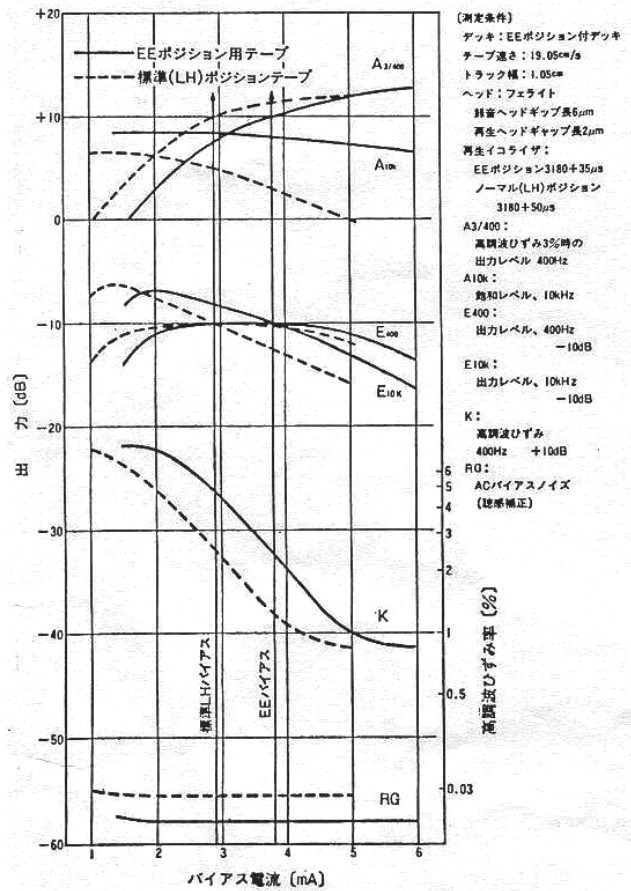
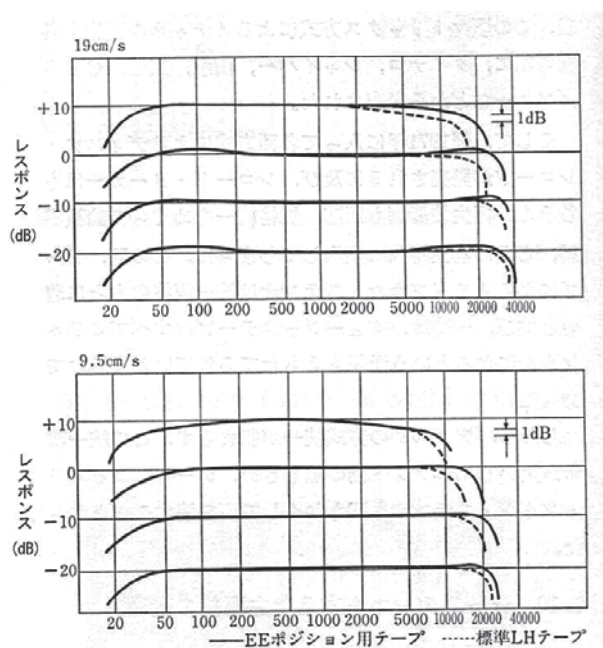

図 60-7 EE ポジションテープのバイアス特性(例)
図 60-8 EE ポジション・テープの周波数特性(例)
EE ポジション用テープの優れた高域特性と、それに対応して新たに設定された EE テープ・セレクター・ポジションによって、従来の酸化鉄タイプのテープに比べ、大幅な技術向上をみている。とくに 9.5cm/s 時の特性は従来の標準タイプ (LH) の 19cm/s 時の諸特性を上回るため、低速、長時間の高性能録音が可能となった。19cm/s 時の緒特性も著しい改善を示している (図 60-7、図 60-8、表 60-3、表 60-4)。